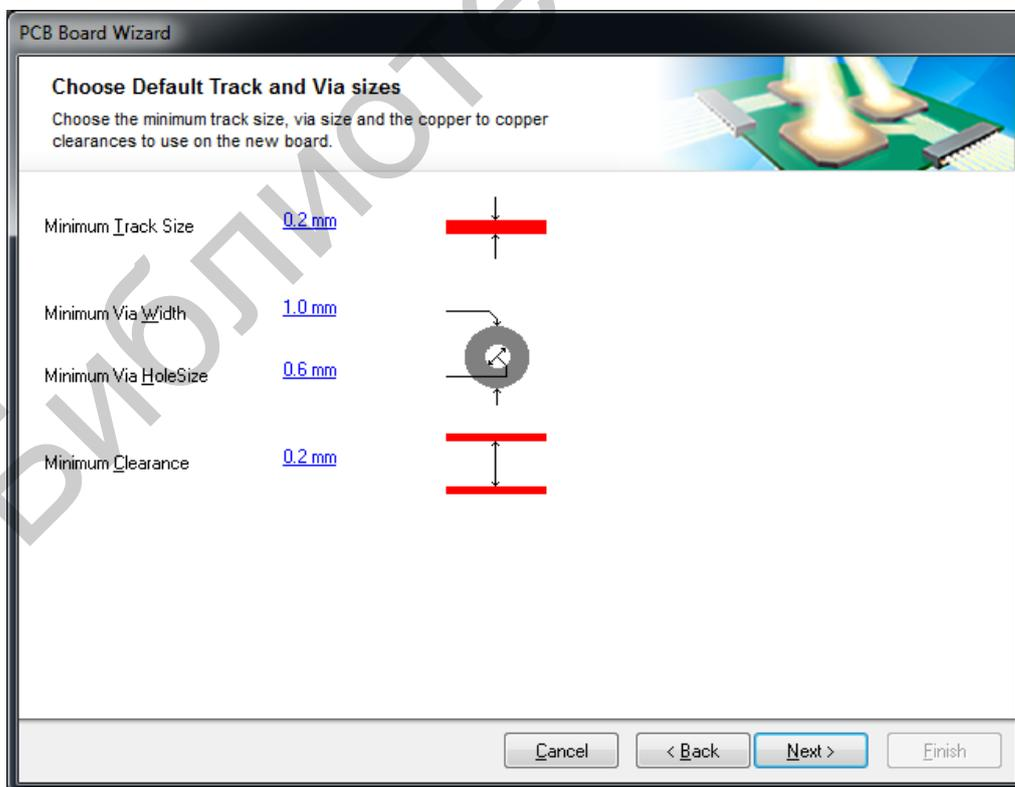

Рис. 62. Настройка базовых конструктивных параметров печатной платы
9. На следующем шаге, Choose Default Track and Via sizes (рис. 62), в диалоговом окне приводятся минимальные значения ширины проводника, зазоров и диаметры контактной площадки и отверстия.